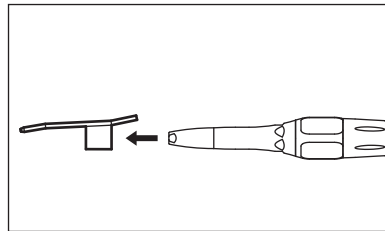

Fig. 9
- 5) Retirez le tube d'irrigation de l'embout d'irrigation et épongez l'humidité à l'aide d'un tissu sec. Ensuite, retirez l'embout d'irrigation de la pièce à main. (Fig. 9)